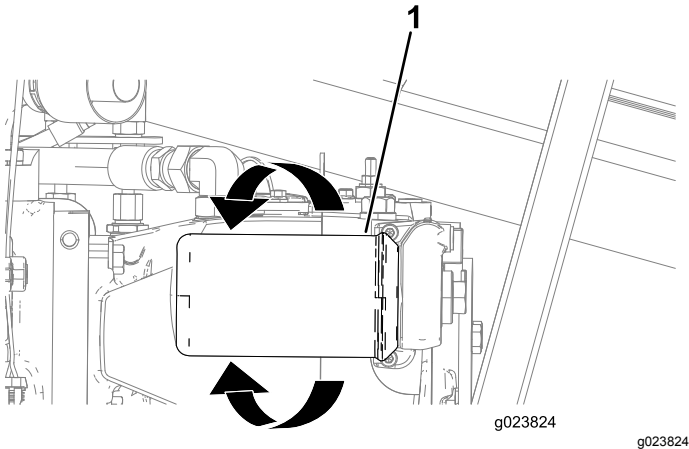

Figura 126
3. Posicione uma bandeja de drenagem ou vários panos sob o filtro de carga (Figura 126).
4. Gire o filtro de carga no sentido anti-horário e remova-o (Figura 126).
6. Alinhe o filtro de carga com seu ponto de instalação e gire-o no sentido horário até a vedação do filtro entrar em contato com o adaptador (Figura 126).